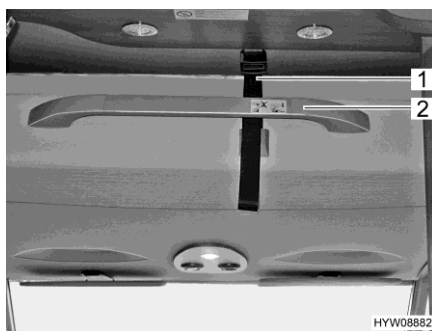

Fig. 88 Letto basculante (posizione di viaggio)
- Staccare la cintura di ritegno (Fig. 88,1).
- Tirare il letto basculante dalla maniglia (Fig. 88,2) verso il basso con entrambe le mani.
- Assicurare il letto basculante al soffitto mediante la cintura di ritegno (Fig. 88,1).